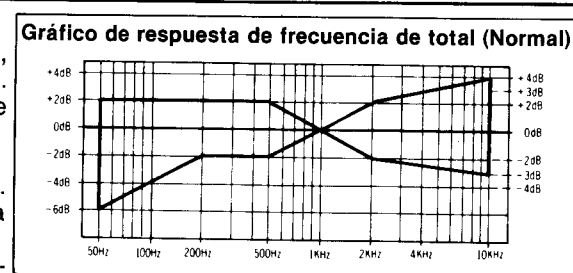
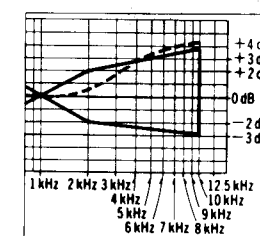

Fig. 10
Fig. 12
Quando la curva eccede le specificazioni del gráfico de risposta de frecuencia total (Fig. 10) tal como se muestra en la Fig. 12.
- 2) Repetir los pasos 5 y 6 para confirmación. (Seguir con los pasos 7, 8 y 9 si la curva está ahora dentro de las especificaciones del gráfico de la Fig. 10).
- 3) Si la curva todavía excede las especificaciones (Fig. 10), aumentar aún más la corriente de polarización y repetir los pasos 5 y 6.